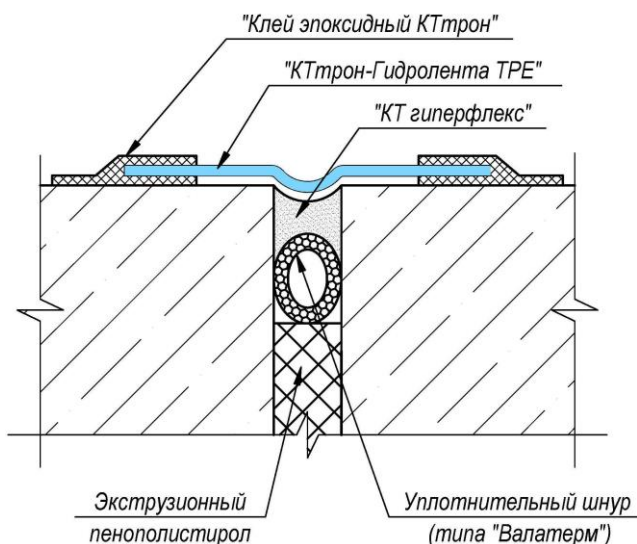

Рис. 11
- На промазанный клеем шов уложить ленту с выполнением компенсаторной петли (Рис. 11). С силой прижать к основанию, удаляя излишки клея.